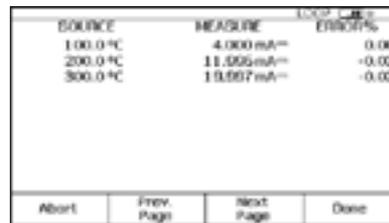

Figura 10.
12. Una vez realizado el ajuste, seleccione "As Left," "Done" y "Autotest." Observe las evaluaciones de 0-50-100%. Si el ajuste se ha realizado con éxito, todos los errores del resumen de los resultados de la ejecución aparecerán en video normal (o menos del 0,25%) (Figura 10).